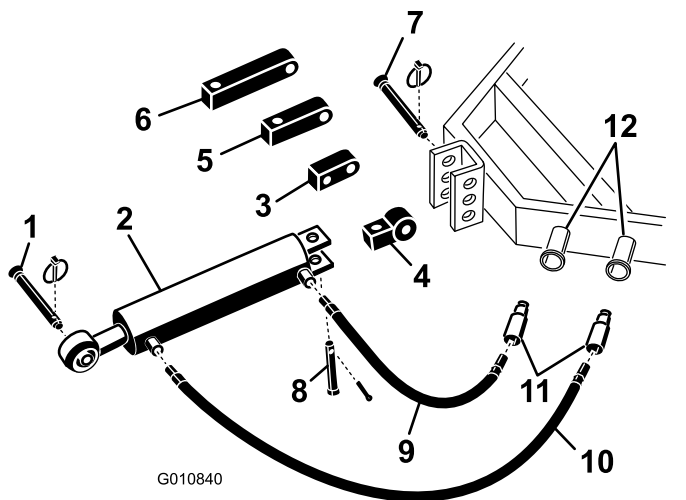

Figura 5
1. Fixe a extremidade de ligação do braço de ligação do hidráulico ao trator com os pinos fornecidos com o trator (**Figura 5**). Posicione o braço superior hidráulico de forma a que a extremidade da barra fique voltada para o arejador. As portas do cilindro devem ficar posicionadas na direção dos hidráulicos de potência auxiliar do trator.
- A. Retire o contrapino e o pino que fixam a ligação padrão ao cilindro (Figura 5). Retire a ligação do cilindro.
- B. Instale o bloco rotacional no cilindro com os pinos previamente retirados (Figura 5).
Se o cilindro hidráulico não chegar ao suporte de montagem do arejador, utilize um bloco de extensão em vez do bloco de montagem padrão para ligar o cilindro ao trator (Figura 5).
- Retire o contrapino e o pino que fixam a ligação padrão ao cilindro (Figura 5). Retire a ligação do cilindro.
- Instale o bloco de extensão com o comprimento necessário no cilindro com os pinos previamente retirados (Figura 5).